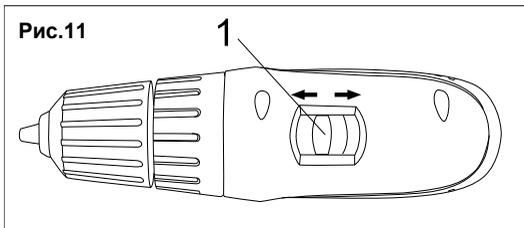

**Рис.10**
**Внимание:** Никогда не закрепляйте оснастку как показано на рисунке (Рис.10). Оснастка должна быть зафиксирована ровно и всеми губками патрона одновременно.